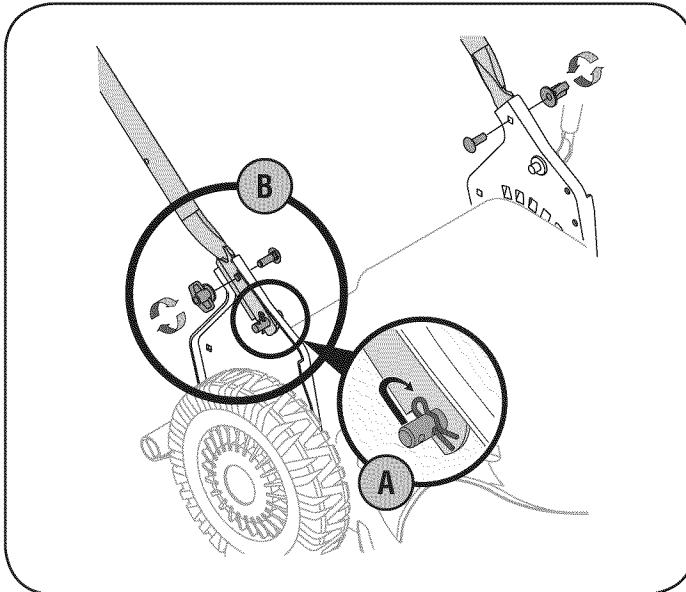

Figura 2
- a. Saque el pasador de horquilla de este orificio. Con un par de pinzas, inserte el pasador de horquilla en el agujero del pasador más cercano al soporte. Vea la Figura 2. Repita del otro lado.